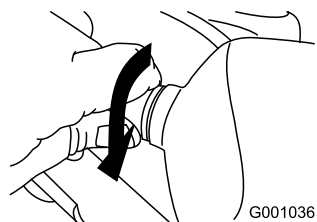

Figura56
5. Rotiți baza becului în sensul acelor de ceasornic până la fixare (Figura56).